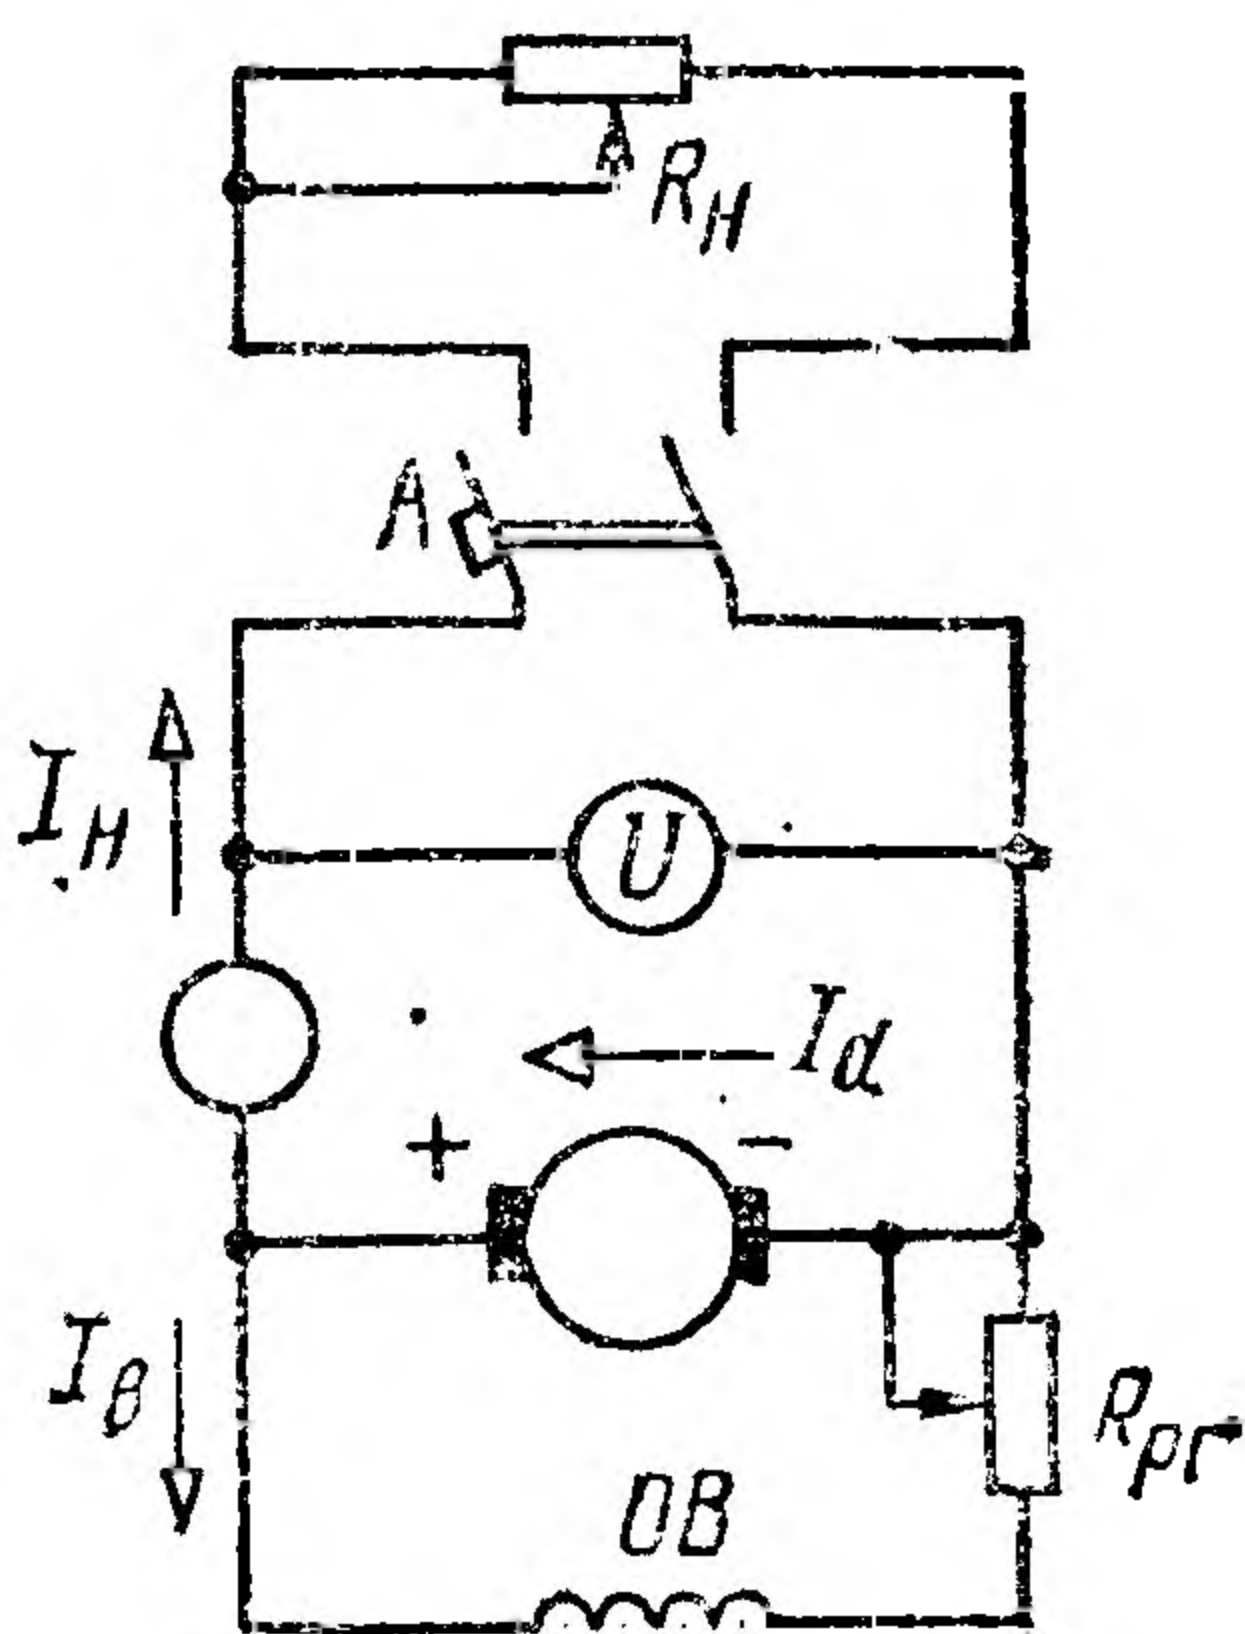

Рис. 89
**Пример 18.** Генератор с параллельным возбуждением (рис. 89) рассчитан на напряжение  $U_{\text{ном}} = 220 \text{ В}$  и имеет сопротивление обмотки якоря  $R_a = 0,08 \text{ Ом}$ , сопротивление обмотки возбуждения  $R_B = 55 \text{ Ом}$ . Генератор нагружен на сопротивление  $R_H = 1,1 \text{ Ом}$ . К. п. д. генератора  $\eta_r = 0,85$ . Определить: 1) токи в обмотке возбуждения  $I_B$ , в обмотке якоря  $I_a$  и в нагрузке  $I_H$ ; 2) э. д. с. генератора  $E$ ; 3) полезную мощность  $P_2$ ; 4) мощность двигателя для вращения генератора  $P_1$ ; 5) электрические потери в обмотках якоря  $P_a$  и возбуждения  $P_B$ ; 6) суммарные потери в генераторе; 7) электромагнитную мощность  $P_{\text{эм}}$ .